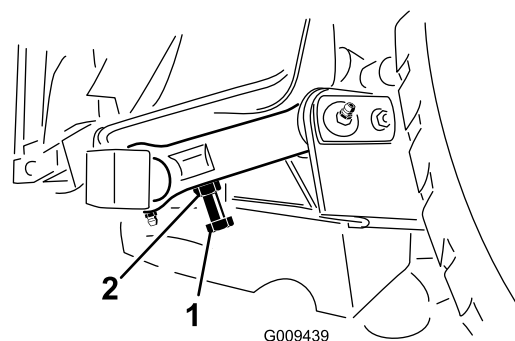

図 26
- 距離の調整が必要な場合は、刈り込みデッキの後ピボットリンクについている調整ボルトを使用する 図 26。調整ボルトのジャムナットをゆるめる。調整ボルトで、すきまを 1016mm に調整してジャムナットを締める。